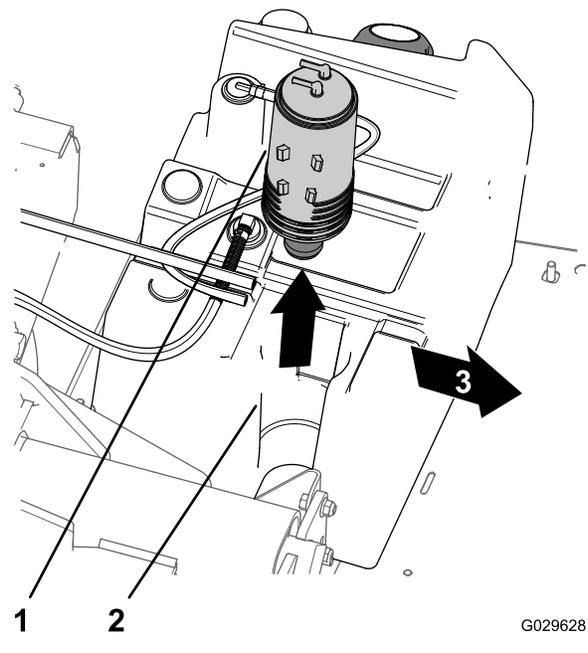

Bild 44
3. Heben Sie den Aktivkohlefilter aus der Aktivkohlefilter-Befestigung im Kraftstofftank (Bild 44).
7. Setzen Sie den neuen Aktivkohlefilter in die Aktivkohlefilter-Befestigung des Kraftstofftanks; die Anschlussstücke „Purge“ und „Fuel Tank“ müssen nach hinten ausgerichtet sein (Bild 44).